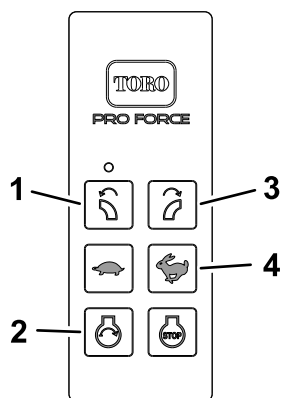

Bild 18
1. Drücken Sie die START-Taste (Bild 18) auf der Handfernbedienung.